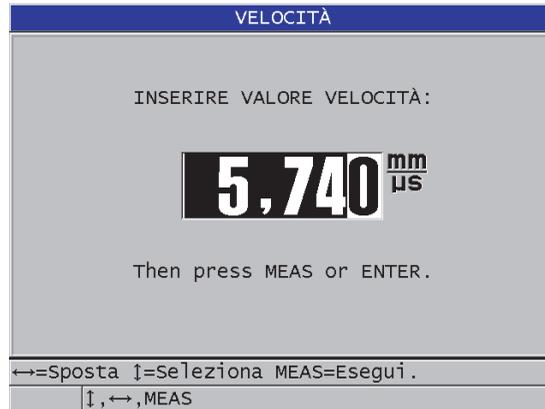

Figura 5-7 Inserimento della nota velocità di propagazione dell'onda sonora nel materiale
2. Nella schermata **VELOCITÀ** (vedere Figura 5-7 a pagina 85), usare i tasti delle frecce per modificare la velocità di propagazione dell'onda sonora con il valore noto.